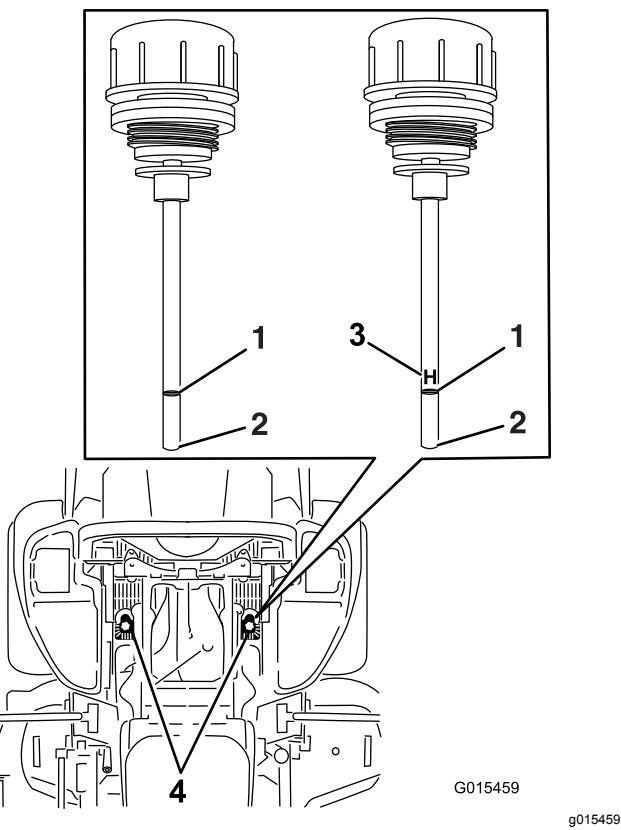

Figure 92
6. Nettoyez la surface autour des jauge des réservoirs du système hydraulique (Figure 92).
7. Sortez une jauge du réservoir hydraulique (Figure 92).
9. Ressortez la jauge et examinez son extrémité (Figure 92).